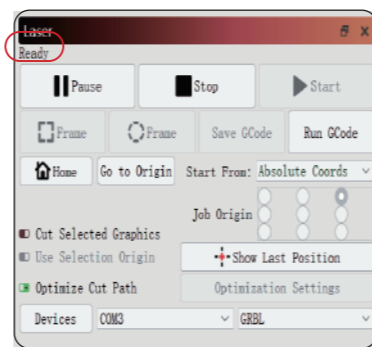

Figure 28 Sélectionner le port
- Si le logiciel ne se connecte pas automatiquement au graveur laser, vous devez choisir le port de la machine de gravure laser comme indiqué sur la figure 28.